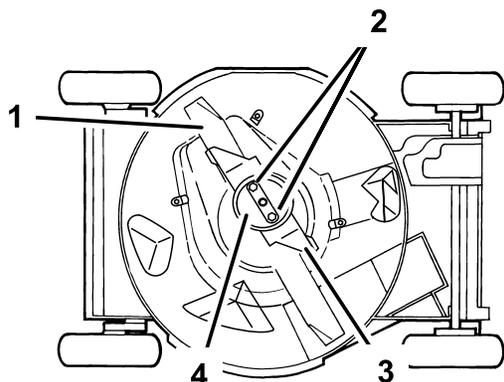

Bild 34
4. Kippen Sie den Rasenmäher auf die **rechte** Seite (Bild 34).
Fassen Sie das Ende des Messers mit einem dicken Handschuh an oder wickeln Sie einen Lappen um das Messer. Entfernen Sie die Messermutter, die Antiskalpierschale, den Beschleuniger und das Messer (Bild 34).
5. Entfernen Sie die zwei Messermuttern, die Antiskalpierkuppe, den Beschleuniger und das Messer (Bild 34).